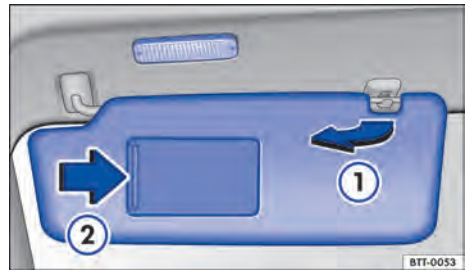

Fig. 76 Para-sol.
- Retirar do suporte e girar na direção das portas → Fig. 76 ①.
No para-sol rebatido para baixo há um espelho de cortesia atrás de uma cobertura. Ao abrir a cobertura → Fig. 76 ② uma lanterna se acende.